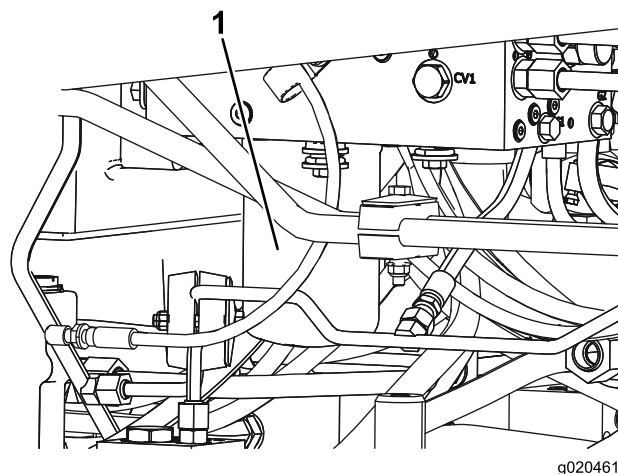

Bild 74
5. Wiederholen Sie die Schritte für den anderen Filter (Bild 74).